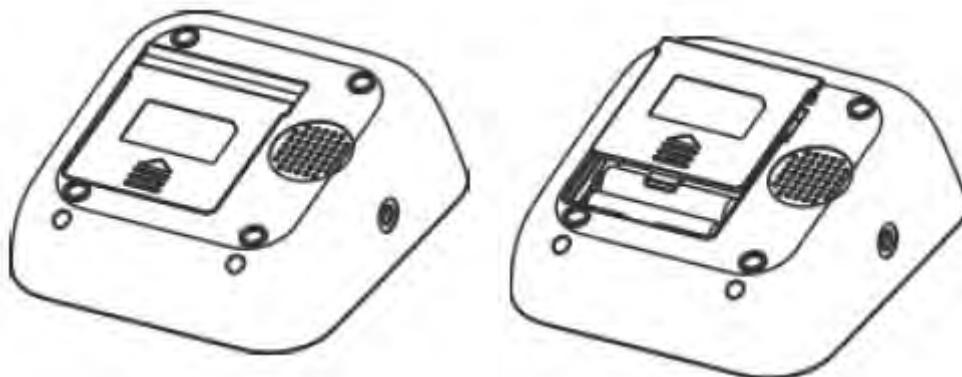

Abbildung 04
1. Drücken Sie auf den Pfeil an der Unterseite des Batteriefachdeckels und heben Sie den Deckel in Pfeilrichtung ab (Abbildung 04).